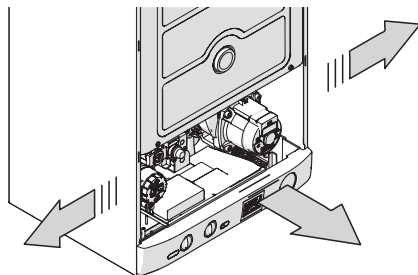

Рисунок 5.21
- Сместите боковые панели и потяните вперед панель управления, чтобы получить доступ к клеммной колодке электропитания Рисунок 5.21.